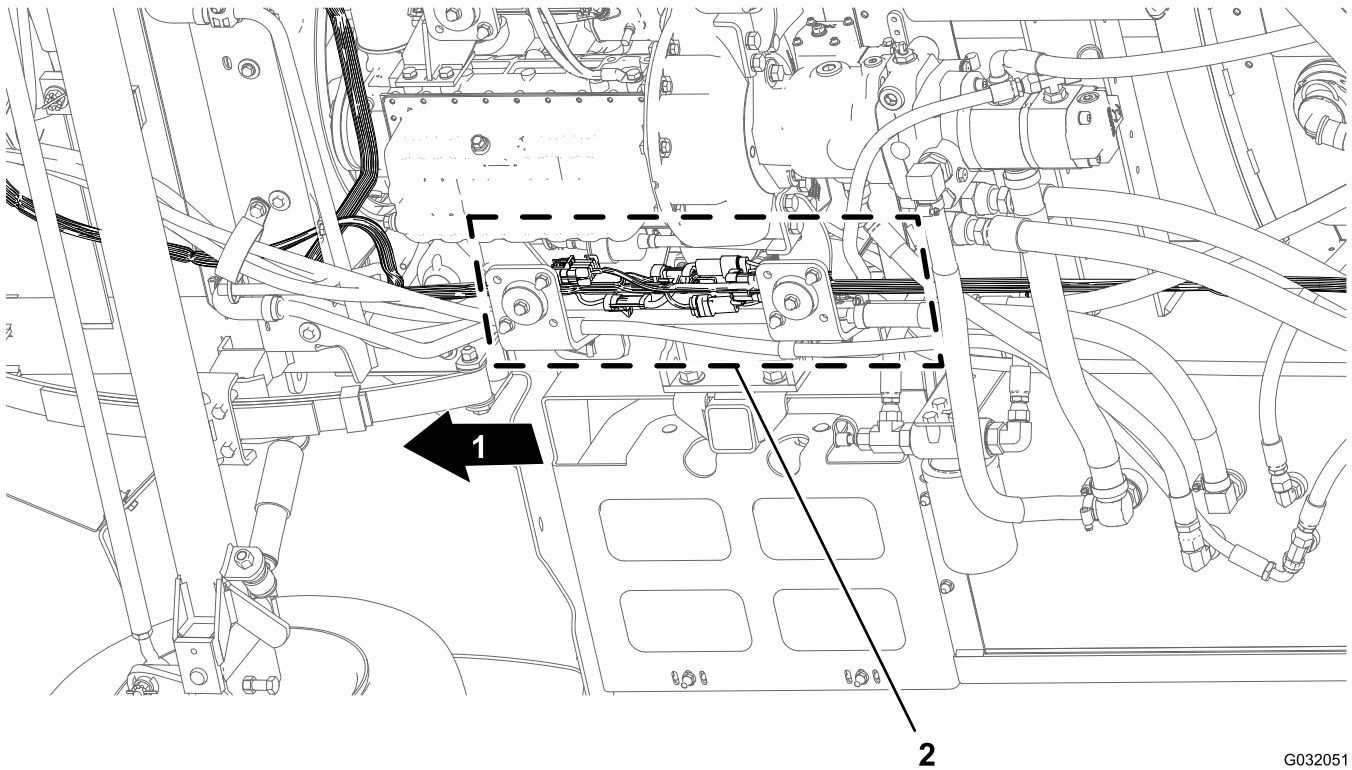

Figure 14
1. En passant sous la machine, le long du tube de cadre droit, localisez les connecteurs pour les faisceaux avant et arrière de la machine (Figure 14).